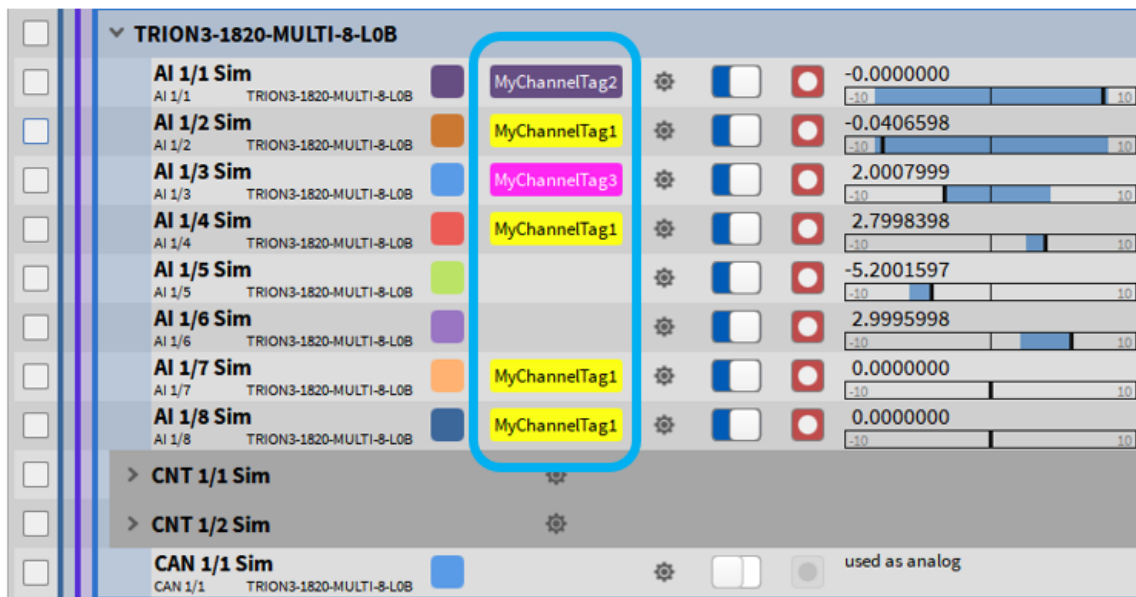

Abb. 7.13: Kanal-Tags in der Kanalliste
Wenn ein Kanal mit einem bestimmten Tag verknüpft ist, wird dieser direkt in der Kanalliste neben dem Namen des Kanals angezeigt (siehe Abb. 7.13). Es ist auch möglich, für jeden Kanal-Tag eine bestimmte Farbe festzulegen (siehe ④ in Abb. 7.13). Durch Klicken auf einen der Kanal-Tags werden alle Kanäle, die diesem Tag zugewiesen sind, automatisch in der Kanalliste ausgewählt.